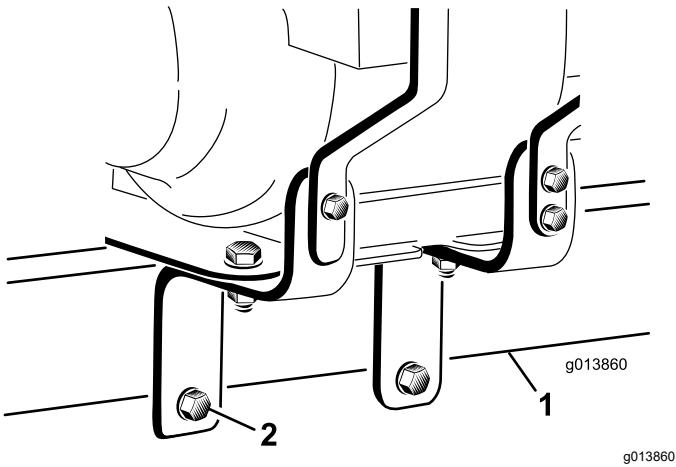

Figure 7
8. Insérez les 2 boulons ($\frac{1}{2}$ " x 5") dans les trous des supports du moteur en veillant à placer une rondelle plate contre chaque face extérieure du support et à faire passer les boulons bien en dessous du bas du tube d'attelage. Serrez les 2 écrous ($\frac{1}{2}$ ") à la main, comme montré à la Figure 7.